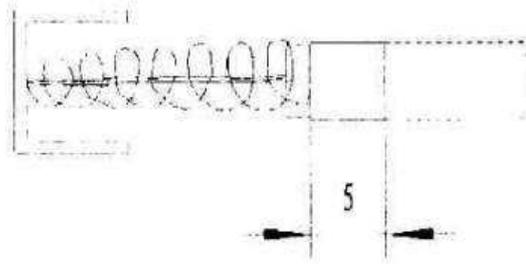

Figure 9
- Contrôlez régulièrement les balais de carbone et remplacez-les lorsqu'ils sont inférieur à 5 mm (fig. 9).